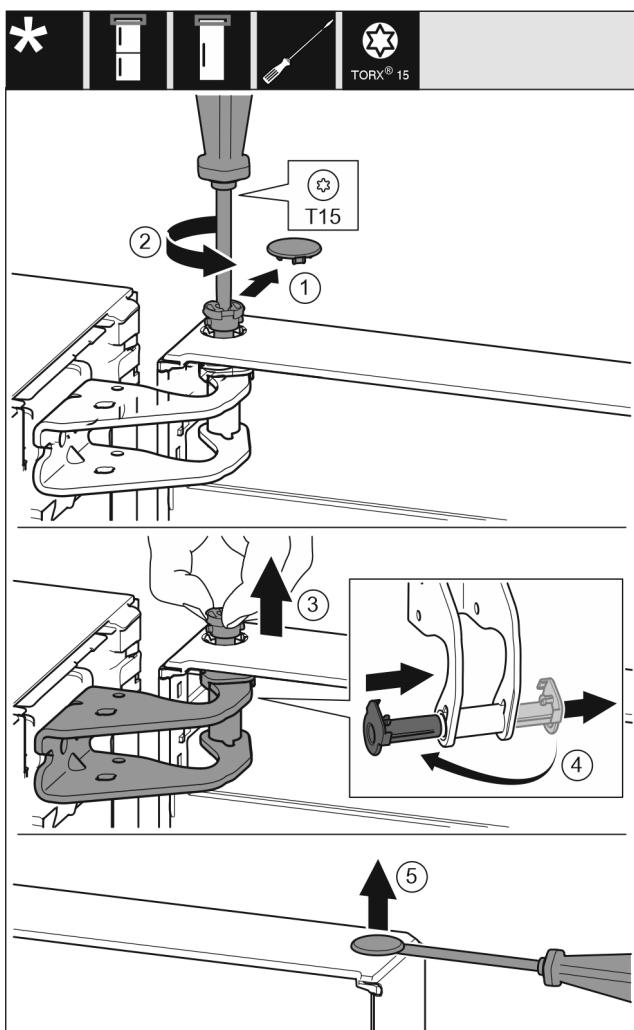

Fig. 9
- Previdno snemite varovalni pokrov. Fig. 9 (1)
- Sornik nekoliko izvijte z izvijačem T15. Fig. 9 (2)
- Držite vrata in s prsti izvlecite sornik. Fig. 9 (3)
- Ležajno dozo povlecite iz vodila. Vstavite z druge strani in pazite, da se zaskoči. Fig. 9 (4)
- S ploščatim izvijačem previdno dvignite čep iz ležajne doze vrat in ga izvlecite. Fig. 9 (5)